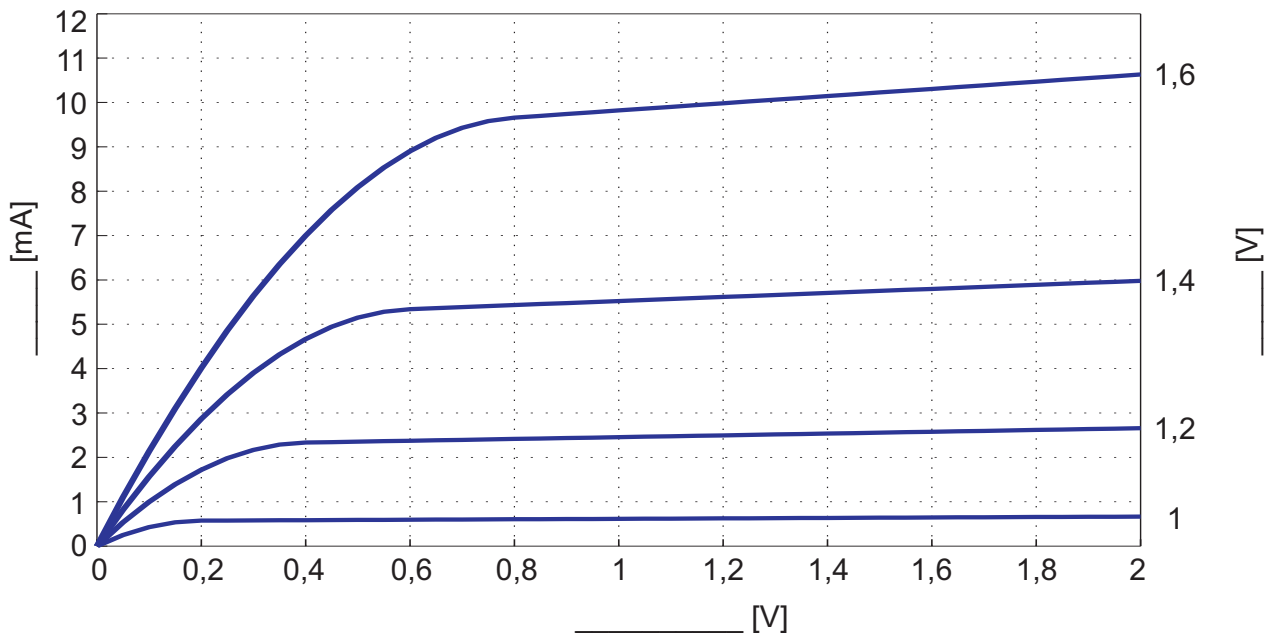

Abb. 4.1: Kennlinienfeld
4.1 Gegeben ist das Kennlinienfeld eines MOS-Transistors in Abb.4.1:
- Bezeichnen Sie die Achsen und den Parameter des Kennlinienfeldes in Abb. 4.1.
- Berechnen Sie den Faktor der Kanallängenmodulation λ mit Hilfe der oberen Kennlinie in Abb. 4.1!
- Berechnen Sie den Wert der Schwellspannung U_{th} und der Transistorkenngröße k mit Hilfe der oberen Kennlinie in Abb. 4.1!